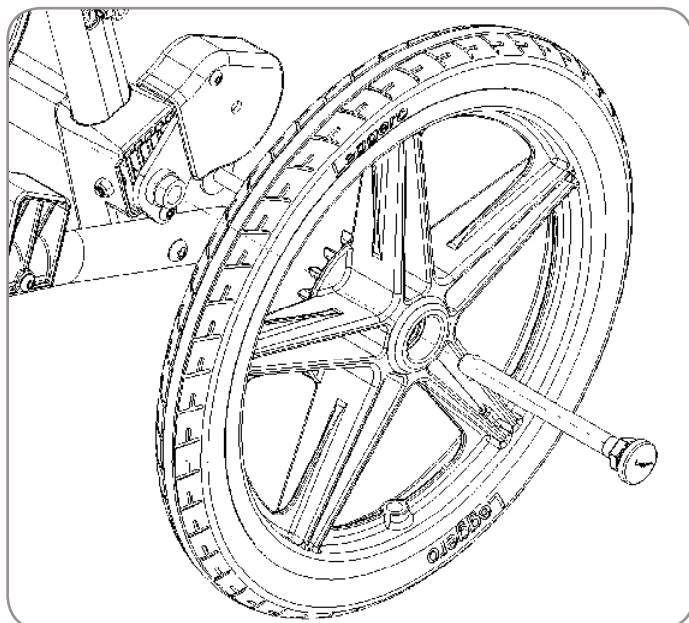

Figura 2
4. Instale las ruedas traseras, consulte la Figura 2.